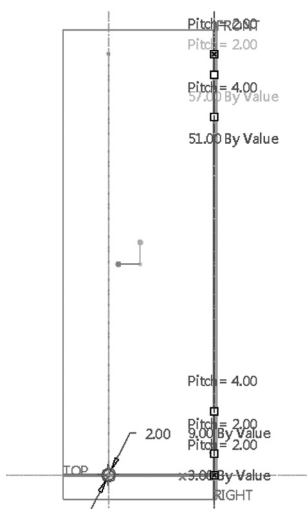

图 4-134 草绘横截面
8) 在“螺旋扫描”选项卡的“选项”面板中选中“保持恒定截面”单选按钮，接着在“螺旋扫描”选项卡中单击 (创建或编辑扫描截面) 按钮，进入草绘器，绘制并修改横截面，如图 4-134 所示，然后单击 (确定) 按钮。